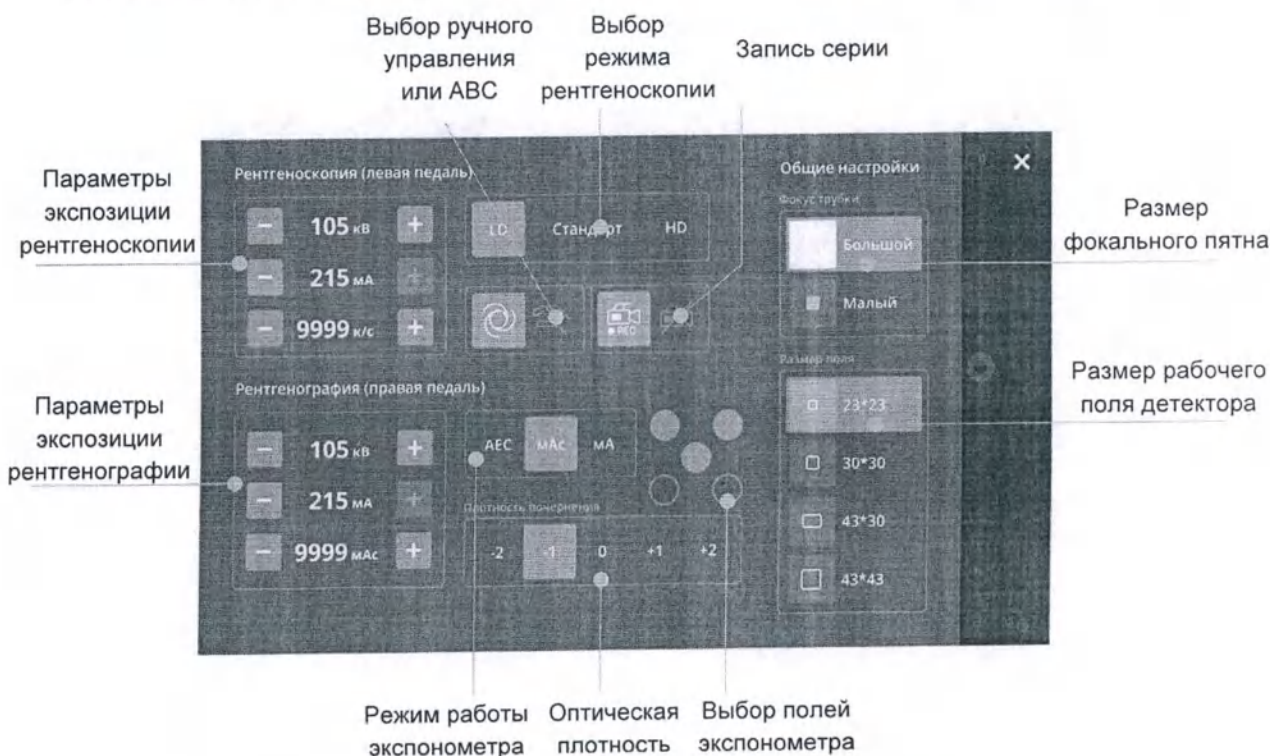

Рисунок 3.10 – Окно редактирования параметров съемки
2. В открывшемся окне (рисунок 3.10) редактировать параметры экспозиции.